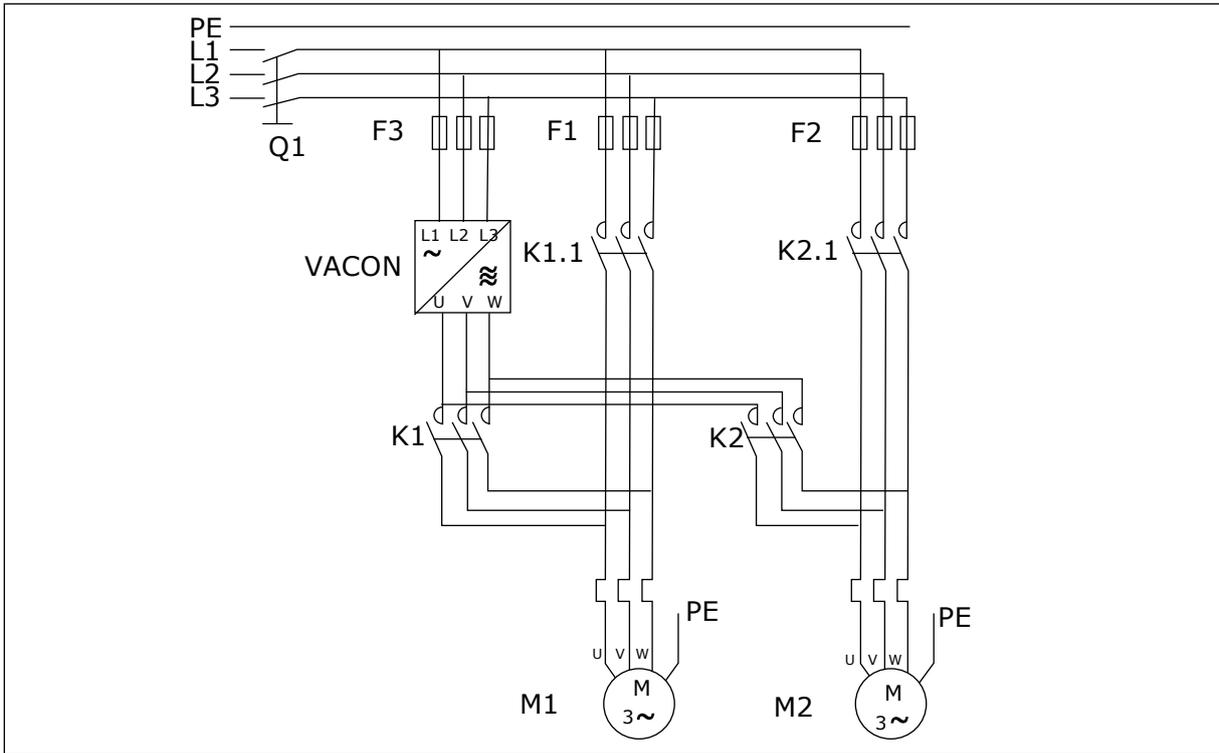
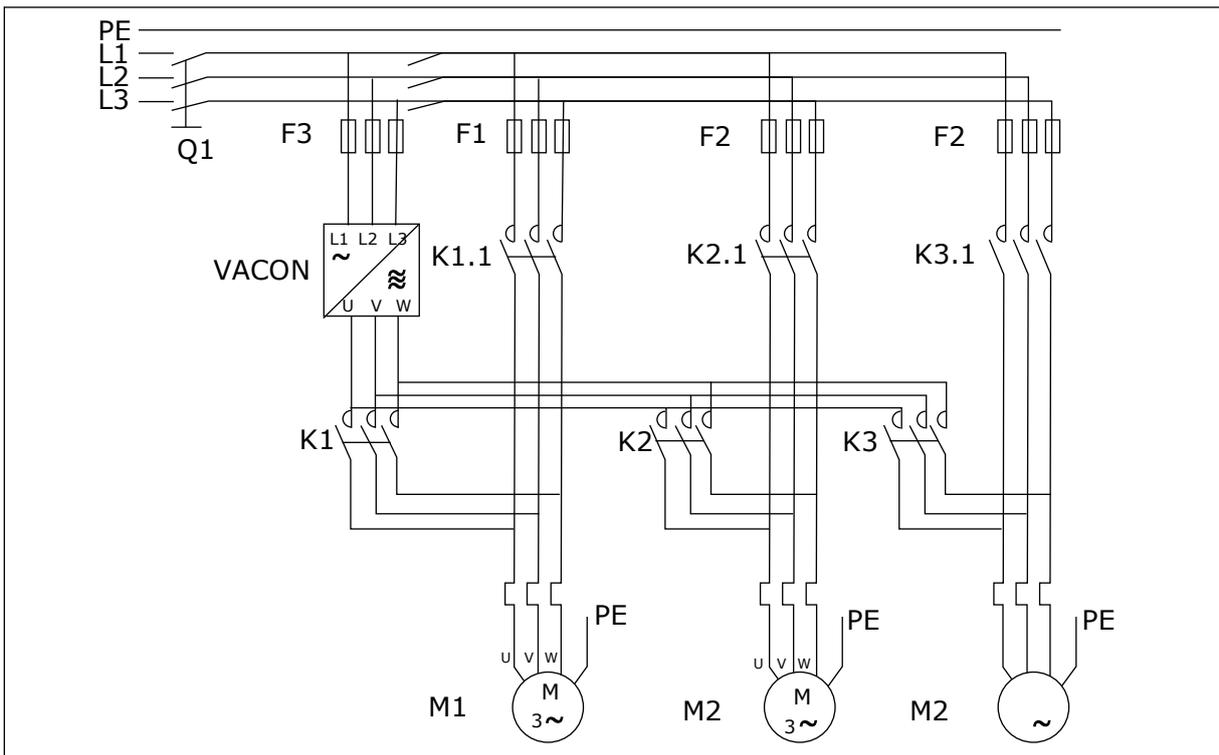

Рис. 98: Пример автозамены в системе с 2 насосами, основная схема
Рис. 99: Пример автозамены в системе с 3 насосами, основная схема
- Внешние контакторы, управляемые через релейные выходы преобразователя частоты, используются для подключения приводов к преобразователю частоты или к сети электроснабжения. Если двигатель, управляемый преобразователем частоты, включен в последовательность автозамены, он обязательно будет управляться через тот релейный выход, который был активирован первым. Релейные выходы, активированные позднее, управляют работой вспомогательных приводов (см. *Рис. 98 Пример автозамены в системе с 2 насосами, основная схема* и *Рис. 99 Пример автозамены в системе с 3 насосами, основная схема*).
Активируется функция автоматической смены последовательности запуска и останова, которая применяется либо только ко вспомогательным приводам, либо ко вспомогательным приводам и к приводу, управляемым преобразователем частоты в зависимости от значения параметра 2.9.25 «Выбор автоматике». По умолчанию автозамена активирована для двух приводов. См. *Рис. 19 Пример конфигурации входов/ выходов и подключения по умолчанию для приложения управления насосом и вентилятором (с 2-проводным передатчиком)* и *Рис. 98 Пример автозамены в системе с 2 насосами, основная схема*.